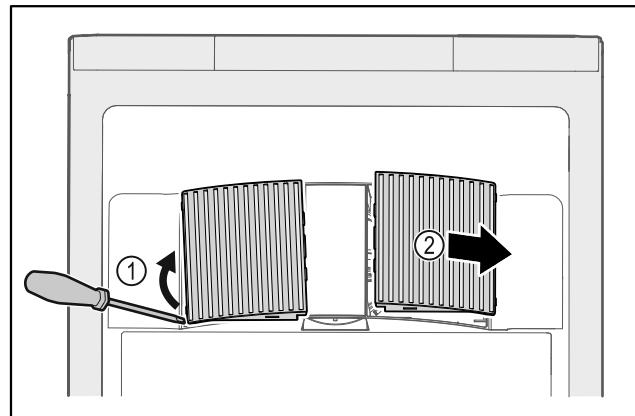

Fig. 34
► Izceliet uzmanīgi ventilatora pārsegus no sāniem Fig. 34 (1) un noņemiet uz priekšu Fig. 34 (2).